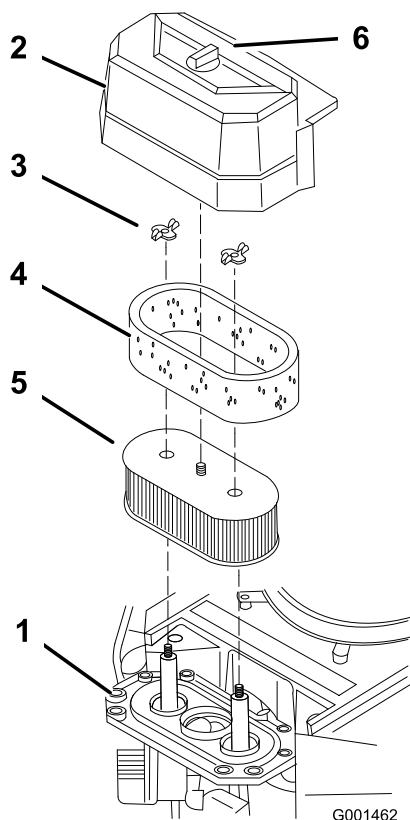

図 42
3. エアクリーナを外したときエンジン内部に異物が入らないよう、周辺をきれいに拭く（図 42）。
4. エア・クリーナのカバーのノブのねじをゆるめてカバーを外す（図 42）。
5. 蝶ナットをはずしてエア・クリーナ・アセンブリを取り出す（図 42）。
6. ペーパー・エレメントからスポンジ・エレメントを注意深く取り外す（図 42）。
1. ペーパー・フィルタは清掃しないで交換する(図 42)。
1. ペーパー・エレメントにスポンジ・エレメントを注意深く取り付ける(図 42)。
2. エア・クリーナのベース、またはホース、にエア・クリーナ・アセンブリを取り付けて固定する(図 42)。
3. エア・クリーナのカバーを取り付け、ノブを締め付けて固定する(図 42)。